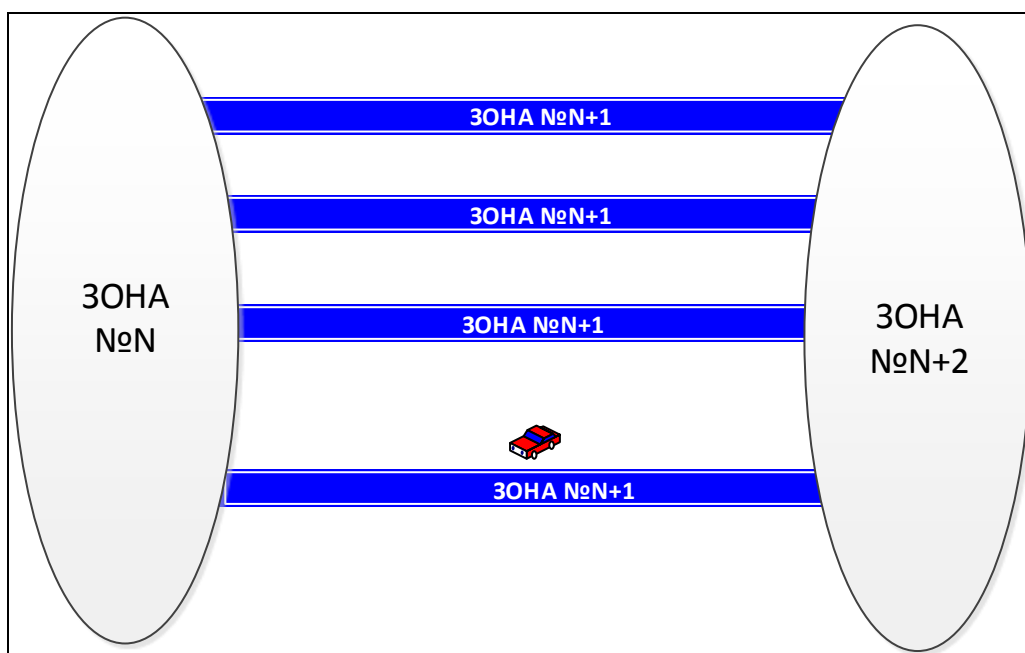
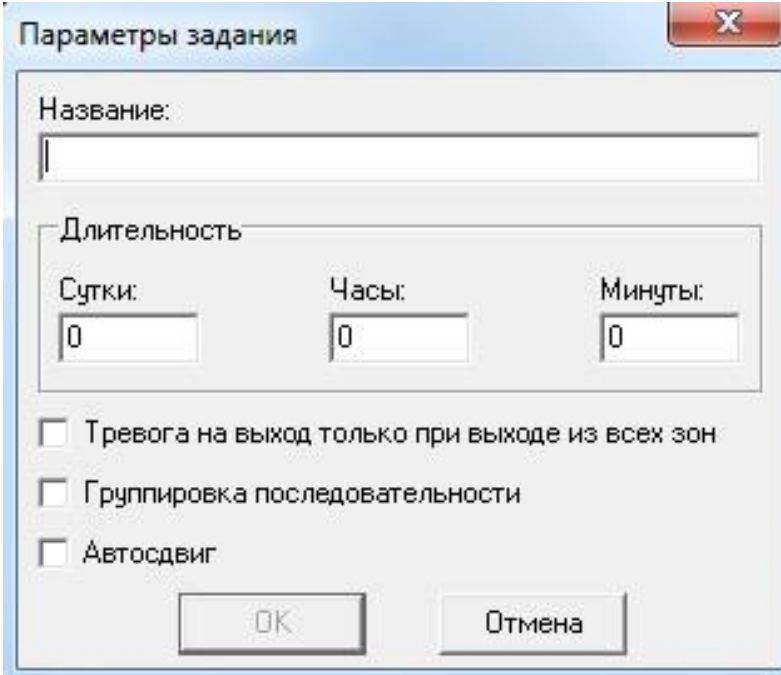

Рисунок 49 – Пример прохождения ТС по альтернативной дороге при следовании по маршруту задания между зонами №N и №N+2
Рисунок 51 – Форма «Параметры задания»
- фиксацию факта прохождения ТС по альтернативной дороге при следовании по маршруту задания между двумя любыми зонами задания №N и №N+2. Программа позволяет «отметить» факт прохождения всех зон №N+1 при условии перемещения ТС из зоны №N в зону №N+2 по любой из разрешенных зон №N+1 (дорог маршрута А, Б, В,...). Рисунок 49 иллюстрирует данную возможность Программы.
1.1 нажать кнопку . ПОК предоставляет форму «Параметры задания» (см. Рисунок 51).
- **«Группировка последовательности»** – флажок в поле задает условие фиксации прохождения всех зон с одинаковым порядковым номером, равным номеру зоны с активированной данной опцией зоны (при условии получения посылок с телематическими данными в текущей зоне задания). Параметр используется тогда, когда маршрут ТС при выполнении задания допускает «развилки» - т.е. после зоны № N ТС может поехать по альтернативным дорогам А, Б, В... в зависимости от пробок, например (см. Рисунок 49). В этом случае зонам дорог А, Б, В... присваивается одинаковый порядковый номер N+1, и устанавливается флажок опции. В итоге, при прохождении ТС одной из зон № N+1 (перемещении по одной из дорог: А, Б, ...) все остальные зоны в задании с номером N+1 помечаются как «виртуально» пройденные.
Примечание – Данная функция позволяет реализовать «виртуальное» прохождение ТС группы зон, если каждая из них связана с альтернативным участком маршрута задания (см. Рисунок 49, Рисунок 51).